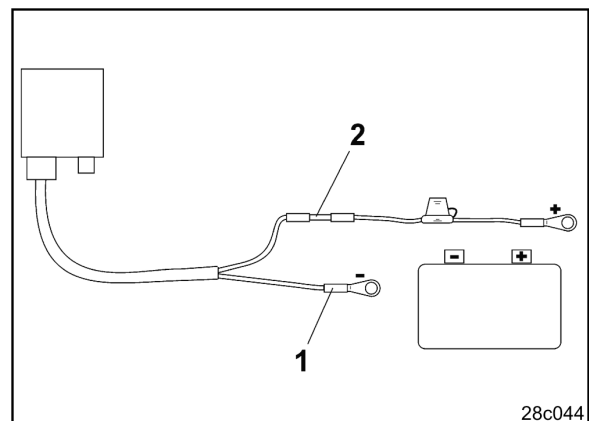

Fig. 6
4. Blaue Kabelader (Masse) in loser Ringzunge einführen (Fig. 6/1).
6. braune Kabelader (+ 12 Volt) in freies Ende vom Stoßverbinder (Fig. 6/2) einführen
8. Stoßverbinder (Fig. 6/2) mit Wärmequelle (Feuerzeug oder Heißluftfön) einschrumpfen bis der Kleber austritt